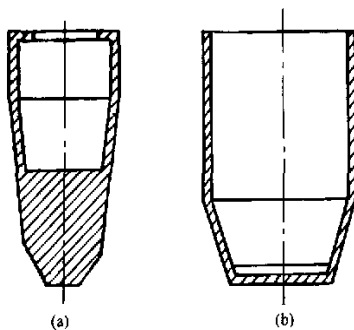

图 2 坩埚模
(2) 坩埚模 坩埚模 (见图 2) 用于打结时形成坩埚 (炉膛) 的尺寸。根据其制做材料的不同,